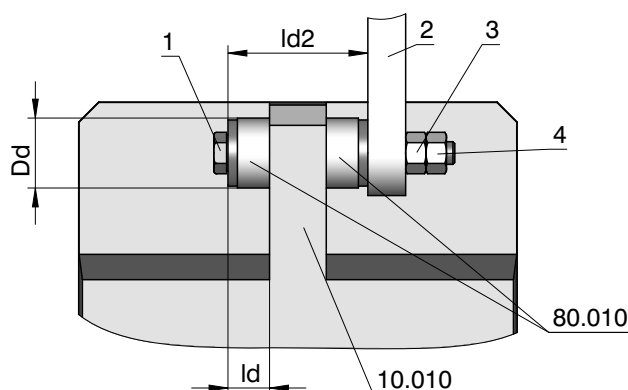

Fig. 2-1 Montage tampons en caoutchouc
Les Fig. 2-1 instructions suivantes sont données à titre d'exemple. En règle générale, il est impératif de respecter Id_2 au moment de serrer les tampons en caoutchouc.
2. Montez le bras de couple (2) et les deux tampons en caoutchouc (80.010) sur le réducteur F (voir Fig. 2-1).
3. Serrez l'écrou hexagonal (3) jusqu'à atteindre Id_2 (voir Tab. 2-1).
4. Bloquez l'écrou hexagonal (3) en position par un contre-écrou (4).